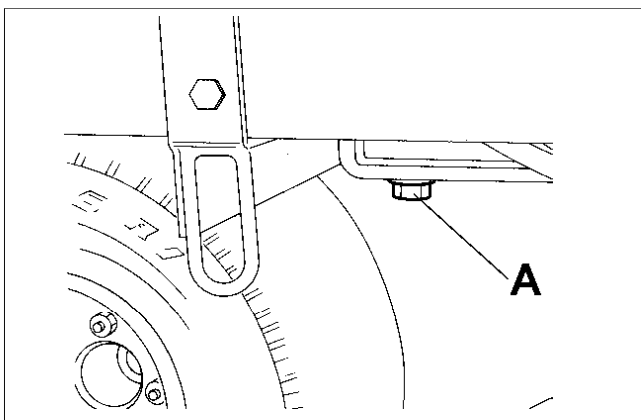

Fig. 26
- Bei warmem Motor Ölablaßschraube (A Bild 26) und alles Öl aus der Ölwanne ablaufen lassen.
- (a) Riscaldare il motore, togliere il tappo di spurgo (A Fig. 26) e scaricare tutto l'olio dalla coppa del motore.